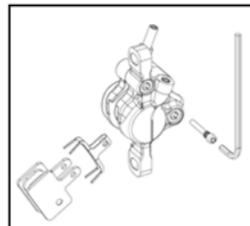

Abb. H-2 Bremssattelmontage
- Ziehen Sie den Kurbelkeil aus der Bremsschuh-Halteschraube – achten Sie darauf, dieses Teil nicht zu verlieren (**Abb. H-2**)